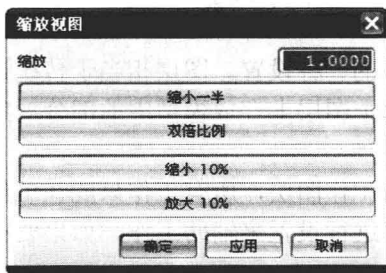

图 1-7 “缩放视图”对话框
2. 缩放。选择【视图】→【操作】→【缩放】下拉菜单，弹出如图 1-7 所示的“缩放视图”对话框。系统会按照用户指定的数值，缩放整个模型，不改变模型原来的显示方位。